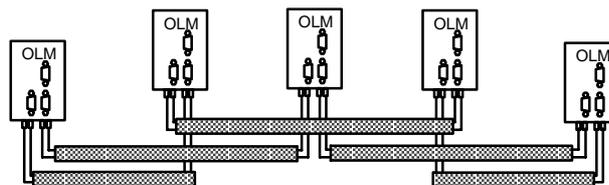

Bild 3-6 Alternative Verkabelungstechnik einer Netzstruktur in redundanter optischer Ringtopologie
- Ergeben sich beim Aufbau von einem redundanten optischen Ring in der Praxis durch zu lange LWL-Teilstrecken Probleme, so kann dieses Problem umgangen werden. Es wird jedes Modul, räumlich gesehen, mit dem übernächsten Modul verbunden. Am Anfang und Ende einer so erzeugten Linie sind jeweils zwei benachbarte Module miteinander zu verbinden (siehe Bild 3-6).